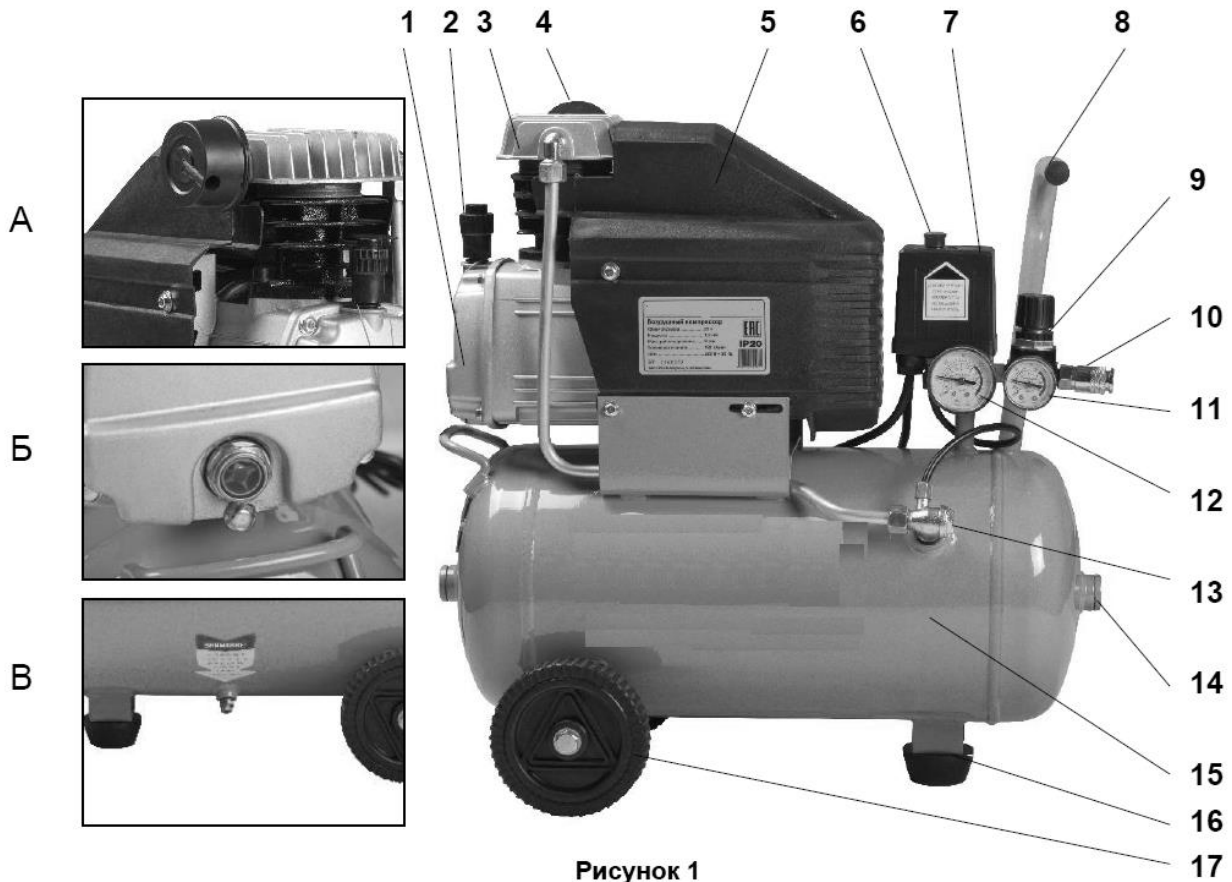

Рисунок 1
Проверьте уровень масла. Он должен быть на уровне "красной точки" контрольного глазка (см. рисунок 1 Б) или чуть выше него. При необходимости долейте масла, отвинтив сапун 2 (см. рисунок 1) на крышке картера. Помните, что после первых 10
Убедитесь, что на компрессоре установлено защитное ограждение 5, и переключатель 6 находится в выключенном положении (см. рис.1).
После завершения вышеперечисленных операций компрессор готов к эксплуатации. Проверьте, чтобы переключатель 6 (см. рисунок 1) находился в положении «OFF».
При первом запуске компрессора, оставьте его поработать на время приблизительно 5 минут с полностью открытыми кранами выпуска воздуха. По истечении этого времени, закройте кран и проверьте, чтобы компрессор нагнетал воздух в ресивер 15 (рисунок 1) и останавливался автоматически по достижении максимального давления, указанного на компрессоре, а также на индикаторе манометра.
После первых 10 часов и каждые 3 месяца работы компрессора проверьте и при необходимости подтяните винты головок цилиндров компрессорной группы 3 (см. рис. 1). В результате теплового расширения металла цилиндров компрессора затяжка винтов может быть ослаблена. Для предотвращения срыва витков резьбы в цилиндрах компрессора, при затягивании винтов не прилагайте чрезмерного усилия.
**ВНИМАНИЕ!** Реле давления (прессостат) 7 (рис. 1) отрегулировано изготовителем, и не должно подвергаться регулировкам со стороны пользователя.
При помощи регулятора давления 9 (рисунок 1), установите требуемое значение: при повороте ручки по часовой стрелке давление увеличивается, при повороте против часовой стрелки – уменьшается.
Значение давления указано на манометр 11 (рисунок 1).
Для быстрого и полного слива масла из картера 1 (см. рисунок 1), смену масла проводите пока компрессор не остыл.